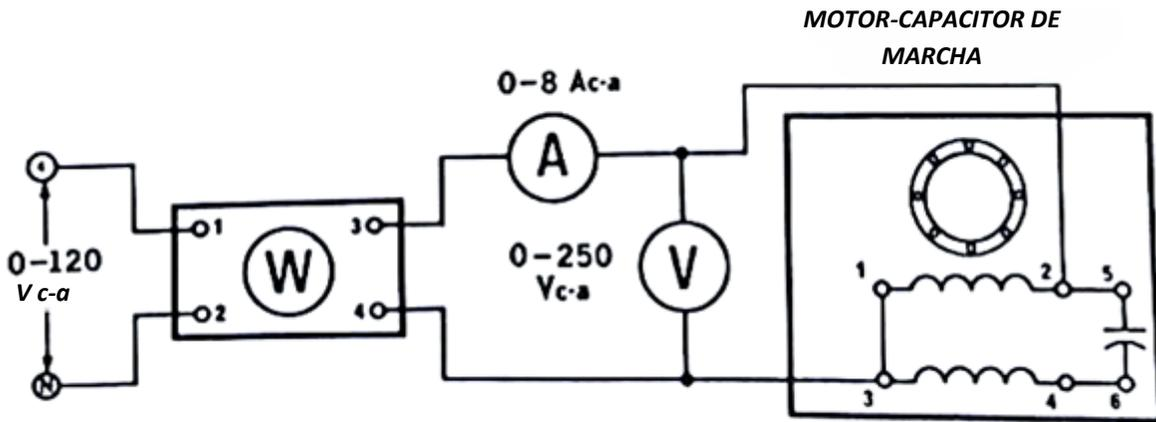

Figura 35-1
7. Conecte el circuito ilustrado en la Figura 35-1 usando los **Módulos EMS de motor de operación continua por capacitor, fuente de alimentación, vatímetro, electrodinamómetro y medición de c-a.**